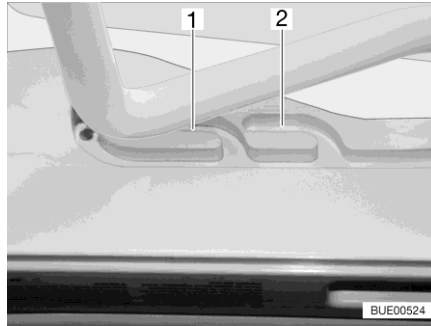
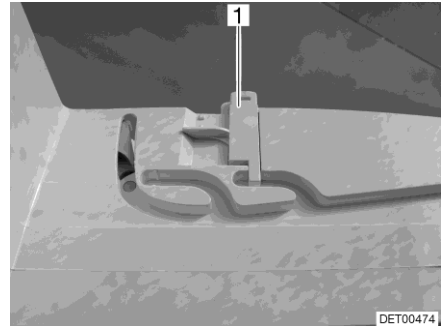

Fig. 88 Glissière (position de ventilation)
Fig. 89 Verrouillage (position de ventilation)
Il est possible d'amener le lanterneau Heki en deux positions de ventilation : Position pour mauvais temps (Fig. 88,1) et position intermédiaire (Fig. 88,2). Selon l'équipement, il est possible de verrouiller le lanterneau en position intermédiaire avec les deux verrous (Fig. 89,1) à gauche et à droite du cadre du lanterneau.
- Pousser légèrement l'étrier vers le haut, le pousser dans la glissière choisie (Fig. 88,1 ou 2) et le verrouiller si nécessaire.